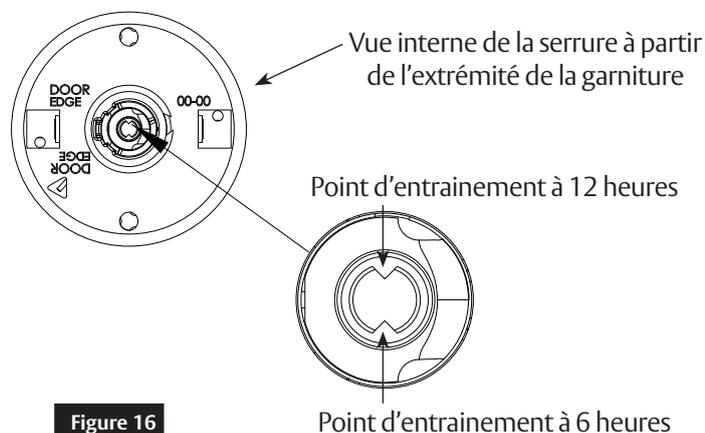

Figure 16
- Utilisez un tournevis à lame plate pour faire tourner la came jusqu'à ce que les points d'entraînement soient en position de 6 et de 12 heures. (Voir figure 16 à la page suivante)
À l'aide des points d'entraînement en position de 6 et 12 heures (voir figure 16), faites tourner la clé à 45 degrés dans un sens ou dans l'autre et faites glisser le levier sur le mentonnet. Assurez-vous que le levier reste bien en place.
- 2a. Utilisez un tournevis pour vis à tête fendue pour faire tourner chaque came jusqu'à ce que les points d'entraînement soient en position de 6 et de 12 heures. (Voir figure 16).